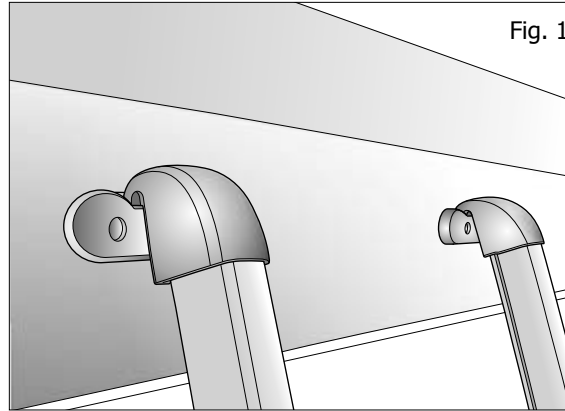
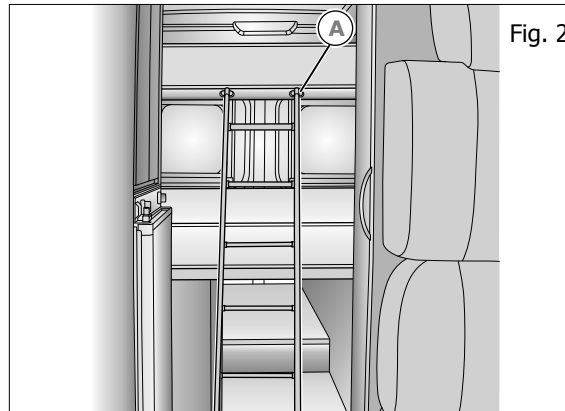

Fig. 1
Fig. 2
- Para acceder a las camas superiores enganche la escalera (fig. 1) a los soportes oportunos **A** situados frontalmente a la zona a la cual desea acceder (fig. 2)